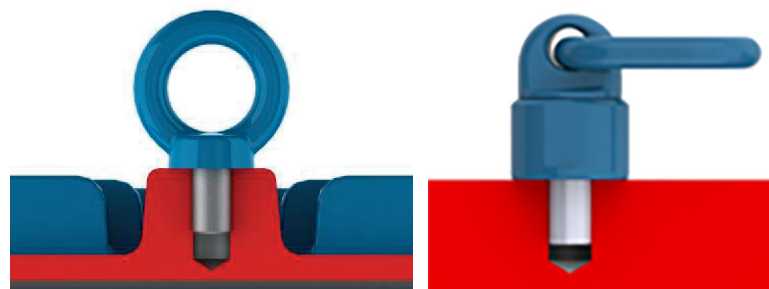
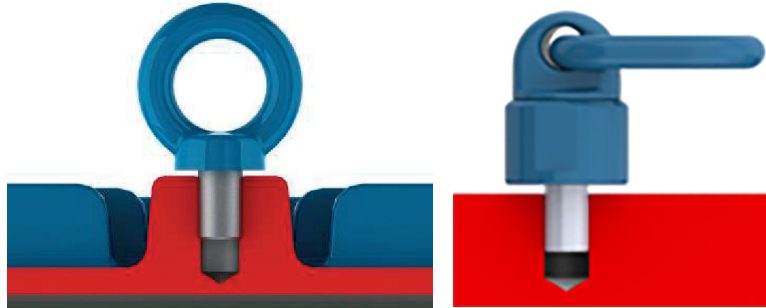

Figura 4.1: Apretado correcto del cáncamo de izado
Figura 4.2: Apretado incorrecto del cáncamo de izado
BAntes de iniciar cualquier proceso de elevación, asegúrese de que los cáncamos estén adecuadamente fijados, totalmente atornillados y con su base en contacto con la superficie a ser izada, conforme Figura 4.1 de la página 91. Figura 4.2 de la página 92 ejemplifica el uso incorrecto.
1. Asegúrese de que los cáncamos están adecuadamente fijos, conforme Figura 4.1 de la página 91.
1. Asegúrese que los cáncamos estén fijados adecuadamente, conforme Figura 4.1 de la página 91.